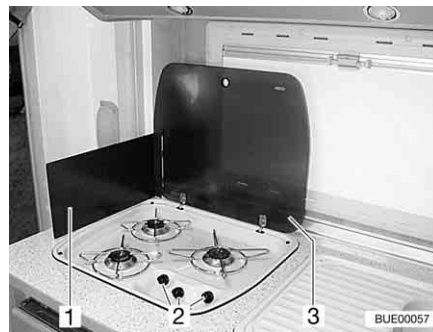

Bild 180 Gaskocher
Die Bedienelemente für den Gaskocher befinden sich direkt am Gaskocher. Ein Hitzeschutz (Bild 180,1) schützt die Möbel in der Nähe des Gaskochers.
- Gaskocher-Abdeckung (Bild 180,3) öffnen.
- Drehregler (Bild 180,2) der gewünschten Brennstelle auf Zündposition (große Flamme) drehen.